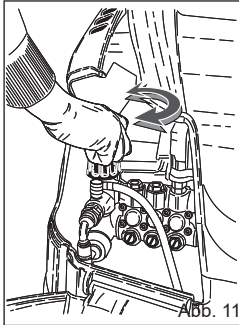

Abb. 11
Dieses Kapitel bezieht sich nur auf die Modelle, die über einen „Druckregulierer“ verfügen. Mit dieser Vorrichtung (Abb.11) kann man den Betriebsdruck regulieren. Wenn man den Drehschalter C entgegen dem Uhrzeigersinn dreht (B) (Minimum) wird der Betriebsdruck verringert.